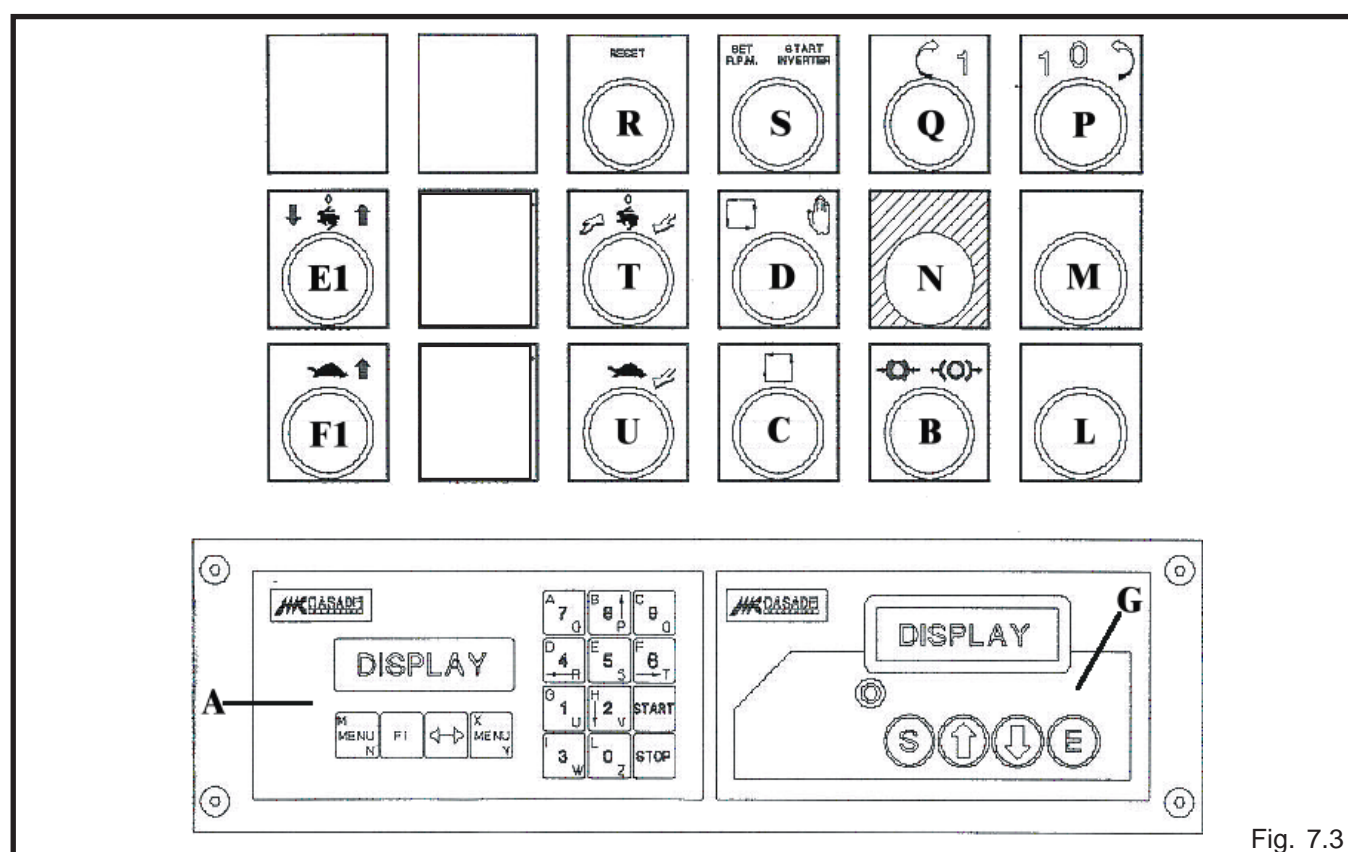

Fig. 7.3
3.1.4 QUADRO COMANDO CON INVERTER E PROGRAMMATORE A 1 ASSI (Optional) fig. 7.3
Il quadro comandi è disposto come da fig.7.3. Di seguito vengono descritti i comandi:
3.1.4 FRONT PANEL WITH INVERTER AND MICROPROCESSOR (Optional) fig. 7.3